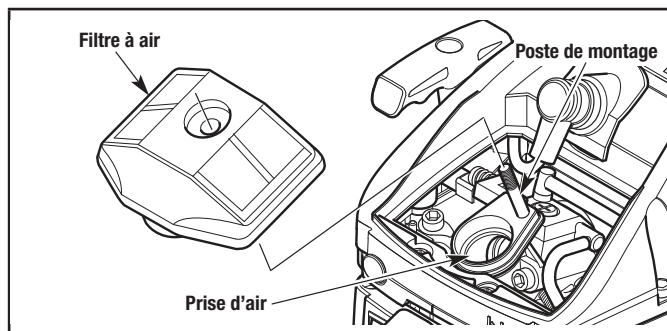

Figure 42
3. Retirez le filtre à air (Fig. 42).
5. Remettez le filtre à air en place sur le support de montage (Fig. 42). Assurez-vous que l'ouverture du filtre à air est bien placée dans l'admission d'air (Fig. 42).